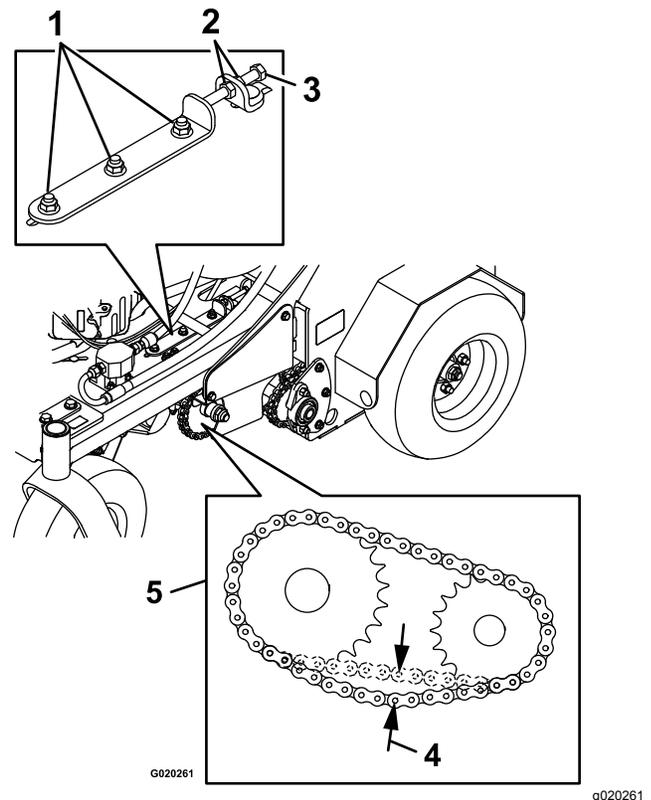

Figura 45
4. En cada lado de la máquina, afloje las 3 tuercas y pernos que sujetan el soporte de la transmisión y la placa del tensor, y las 2 tuercas que sujetan el perno de ajuste a la placa del tensor, según se muestra en la Figura 45.